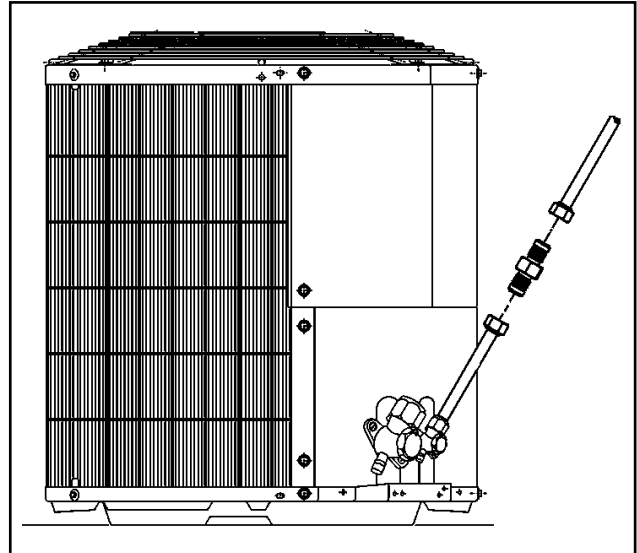

FIGURA 37 - Instalación del kit sistema de expansión.
El kit sistema de expansión acompaña las unidades evaporadoras modelos 36, 57 y 72.000 BTU/h y debe estar puesta en la unidad condensadora de acuerdo con la figura 37. La ubicación del pistón accurator), a partir de la válvula de servicio, no deberá exceder a 500 mm. Unidades sólo frío (FR) utilizan 1 pistón, y unidades frío/caliente (FC) utilizan 2 pistones; vea la referencia de los pistones en el ítem 15 - Características Técnicas Generales.